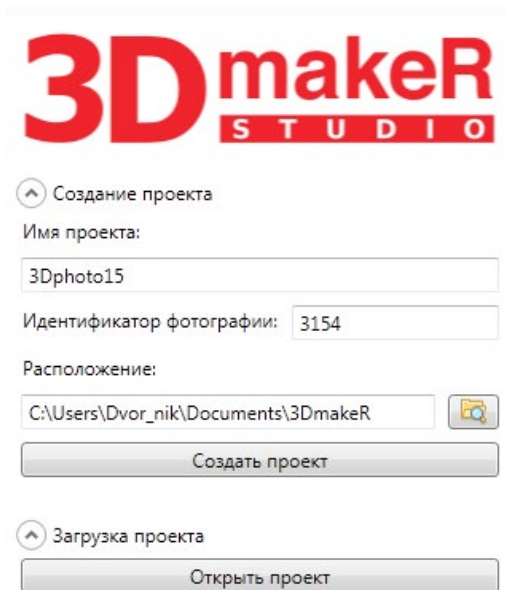

Рисунок 4
4. В диалоговом окне создать новый проект и определить его расположение на компьютере (рис. 4).